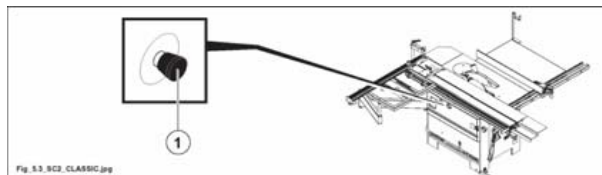

Fig. 5.3
- sul fronte macchina (1 fig. 5.3).